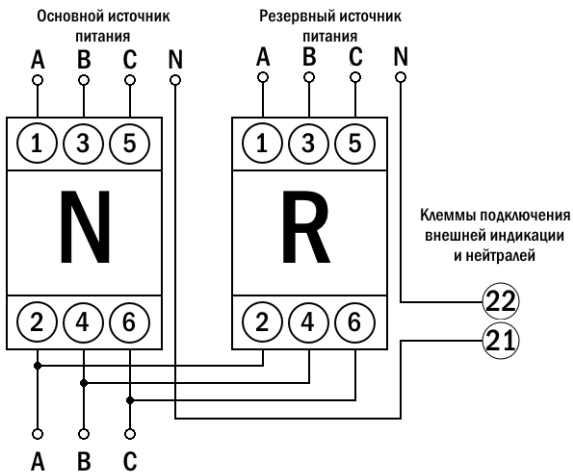

Рис. 7
- 1.5. Подключите прибор к нагрузке и источникам питания согласно схеме подключения (рис. 7).
- 1.6. Внимание!** Обязательно подключите провода нейтралей N источников питания к клеммам контроллера 21 и 22 (рис. 7, 8).